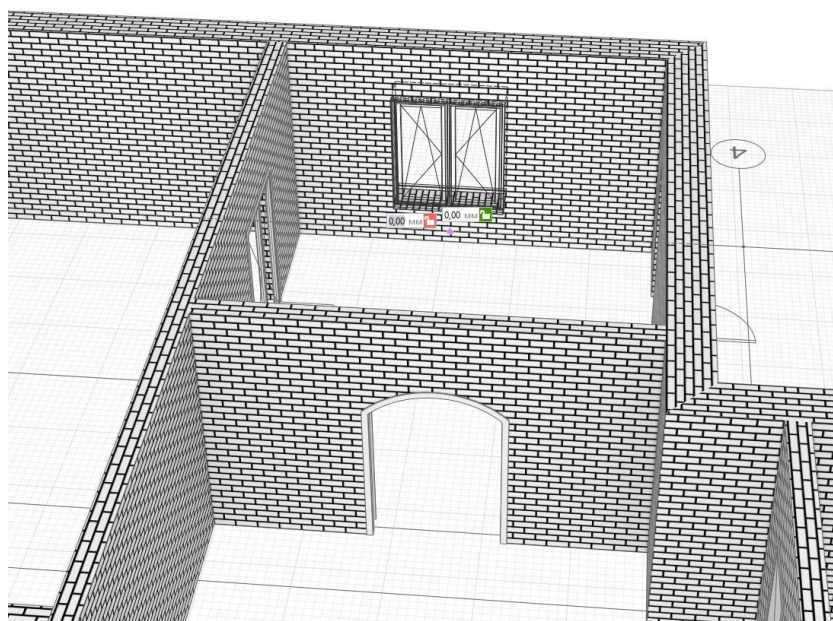

Рис. 10 Вставка окна
4. Далее вставляем следующее окно (рис. 10). В **Параметрах** указываем: высота – **1700 мм.**, ширина – **1500 мм.**, смещение по вертикали – **500 мм.**, стиль - **двустворчатое (коричневый ПВХ)**, марка – **ОК2**.